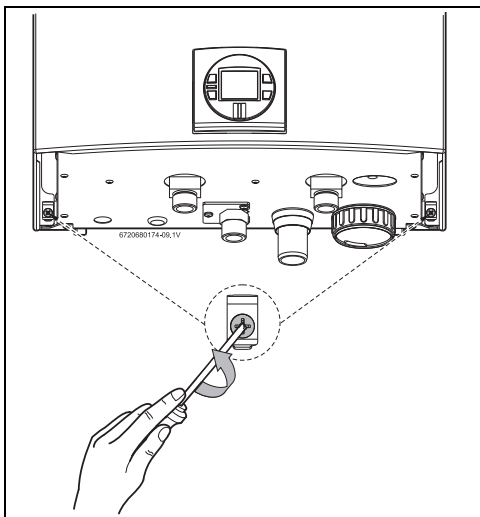

Fig. 19 Retirar los dos tornillos
- Aflojar los dos tornillos ubicados en la parte posterior del aparato (Fig. 19).
- Retirar la parte delantera del aparato, consultar (Fig. 19 y 20).